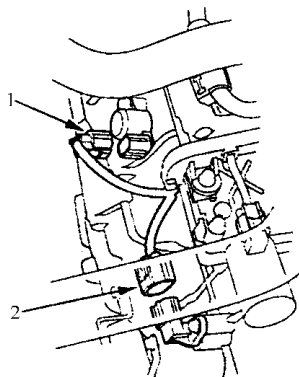

图 5-40 断开限止装置电磁阀插接器
2) 如图 5-40 所示，断开限止装置电磁阀插接器和 CVT 从动带轮压力控制阀插接器。